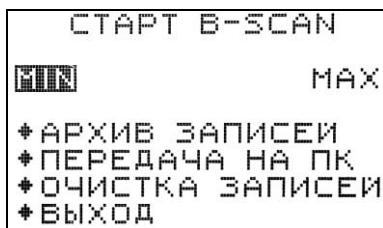

Рис. 14
8.4.1 В основном измерительном режиме клавишами "Стрелка вверх" и "Стрелка вниз" установить курсор на индикаторе на надпись "**СКАН**" и нажать клавишу "Ввод". Прибор перейдет в меню В-SCAN (Рис. 14):